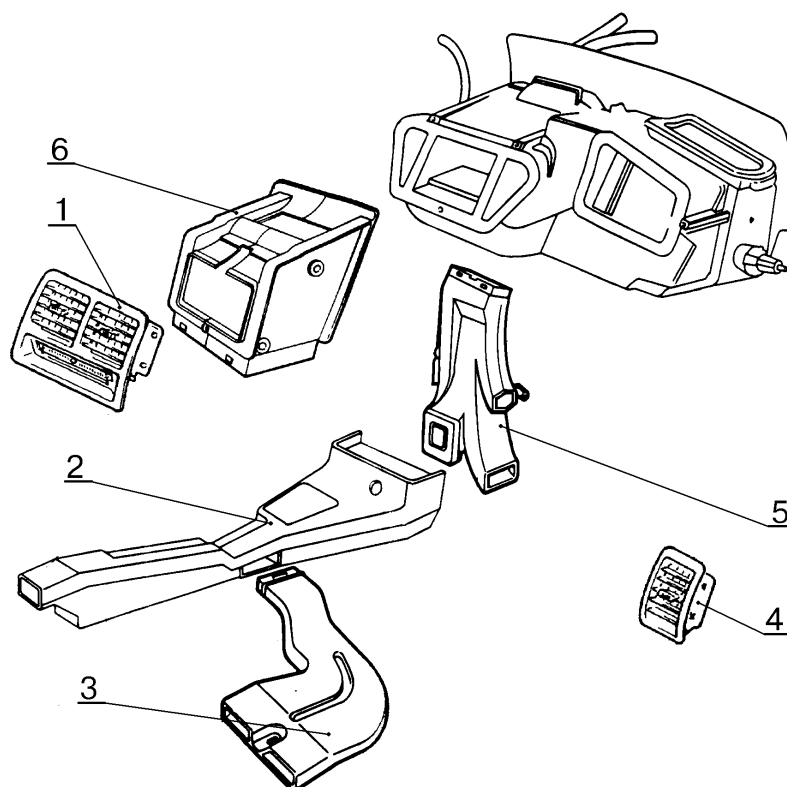

Рис.2. Детали системы вентиляции и отопления салона.
4.1 Снять сопло центральное 1, рис.2, вентиляции салона (отвертка плоская, отвертка крестообразная).
5.1 Отвернуть два винта и снять центральный воздухопровод 5, рис.2, обогрева ног (отвертка крестообразная).